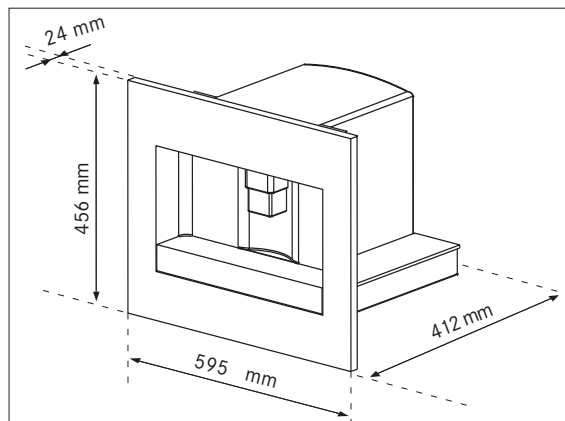

Fig. 1
- ▶ Compruebe las dimensiones mínimas necesarias para la instalación adecuada del aparato (Fig. 1, 2 y 3).